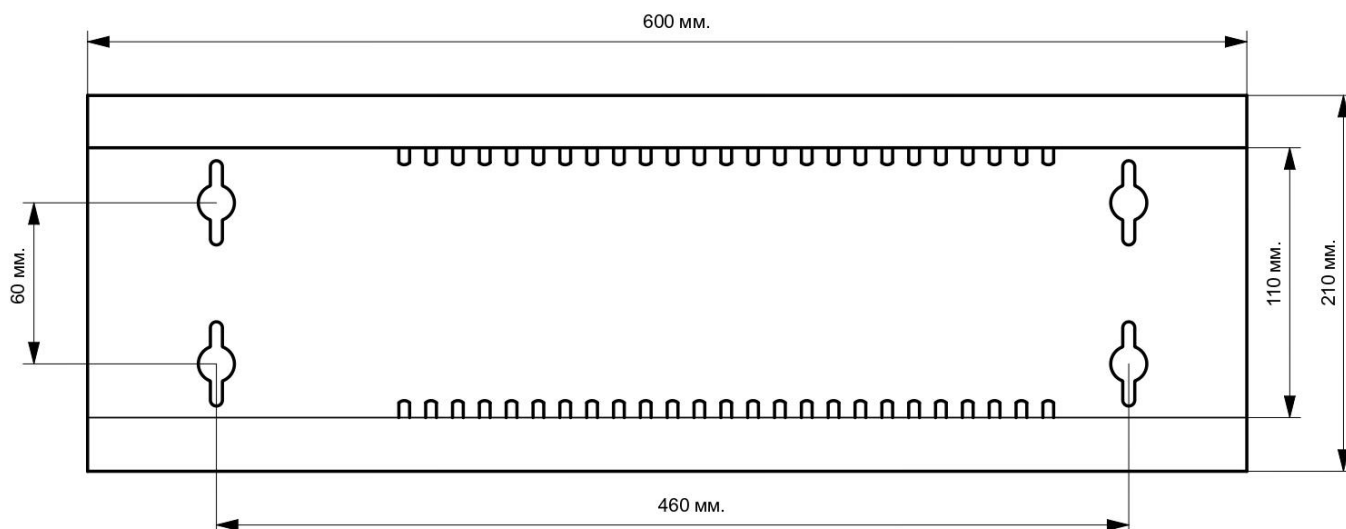

Рисунок 4. Монтажная схема крепления
15. Закрепить заднюю панель корпуса на стене через проушины с помощью 2-х дюбелей и 2-х саморезов, входящих в комплект поставки (см.рис.4).